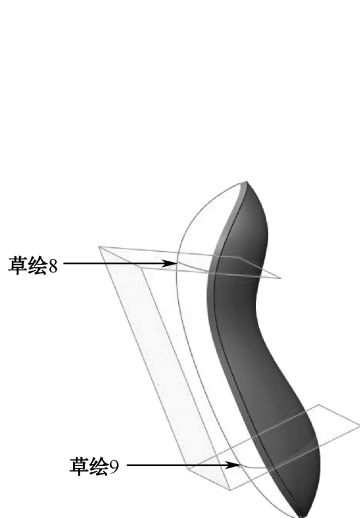

图 7-147 正面曲面截面线
(3) 参考步骤 2 中分步骤 (3) 截面线的绘制, 绘制截面线“草绘 8”、“草绘 9”, 如图 7-147 所示。